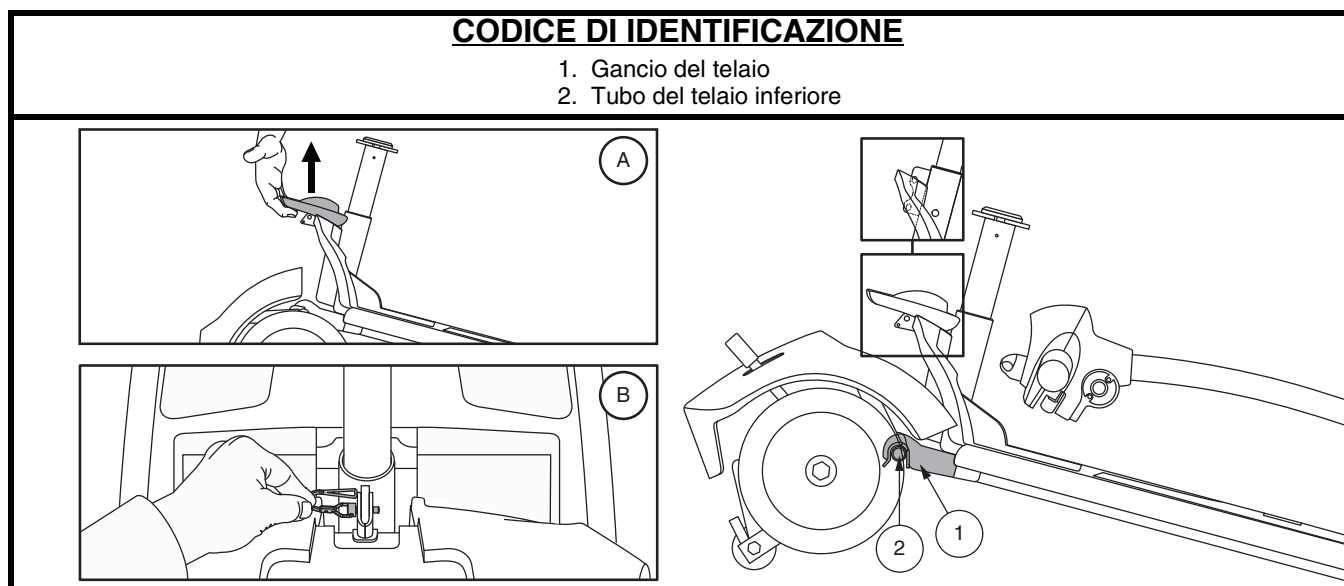

Figura 26. Leva di rilascio del telaio (Stile A) e Perni di chiusura del telaio (Stile B)
4. Separare lentamente le due sezioni del miniscooter. **Vedere figura 26.**
NOTA: Prima di effettuare il montaggio, inclinare la metà posteriore del miniscooter leggermente all'indietro sulle ruote antiribaltamento, come illustrato nella figura 26.
1. Usare la leva di rilascio del telaio (o la piantone del sedile per modelli 36, 83 e 84) per sollevare la parte anteriore mentre si allineano i ganci del telaio della parte anteriore con il tubo del telaio inferiore della sezione posteriore. **Vedere figura 26.**
2. Una volta che i ganci del telaio sono sopra il tubo del telaio inferiore, abbassare la sezione anteriore e ruotare contemporaneamente la sezione posteriore. Questa operazione aggancia automaticamente la chiusura del telaio nei modelli 40X, 44X, 40E, 44E, 40LX, 44LX, 50LX, 54LX, 53, 53HD, 54, 54HD, 73 e 74. Nei modelli 36, 83 e 84, è necessario inoltre reinstallare il perno di chiusura del telaio per completare il montaggio del corpo. **Vedere figura 26.**